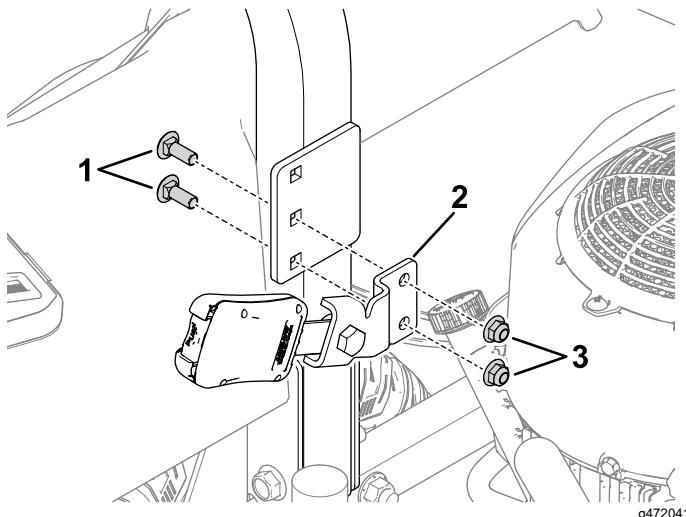

Figure 10
2. Fixez la boucle de l'opération 1 à l'intérieur du support de l'arceau de sécurité à l'aide de 2 boulons de carrosserie (3/8" x 1") et 2 contre-écrous (3/8"), comme montré à la Figure 10. Répétez cette procédure de l'autre côté pour la languette.